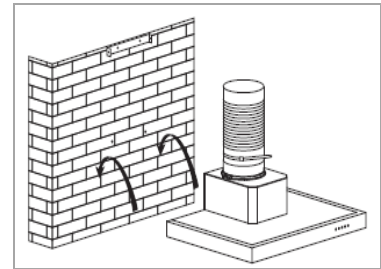

Bild 4
- Setzen Sie die ineinander geschobene Schachteinheit auf und drehen Sie zur Sicherung der Haube die unteren Schrauben 2x ST4*30mm durch den Haubenkörper fest (**Bild 4**).